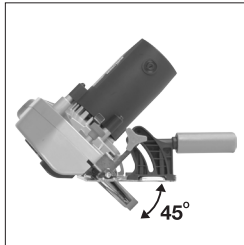

Fig. 8
- Incline la hoja al ángulo deseado (**Fig. 8**)